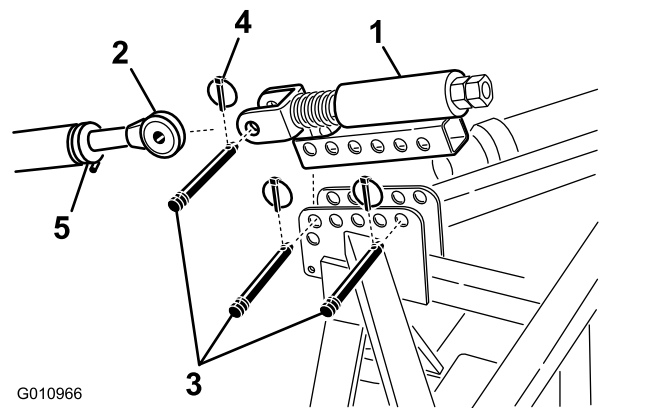

Figura 9
- Monte el brazo de enganche superior tensado con muelle en el soporte del aireador con 2 pasadores de enganche y pasadores de seguridad (Figura 9)
- Afloje la contratuerca del brazo de enganche superior del tractor. Ajuste la longitud del brazo de enganche superior hasta que quede alineado con el pasador del brazo superior tensado con muelle del aireador (Figura 9).
3. Conecte el brazo de enganche superior del tractor a la horquilla del brazo de enganche superior tensado con muelle y sujete el conjunto con un pasador de enganche y un pasador de seguridad (Figura 9).
6. Gire el brazo de enganche superior hasta que el muelle quede comprimido aproximadamente 13 mm (Figura 9).